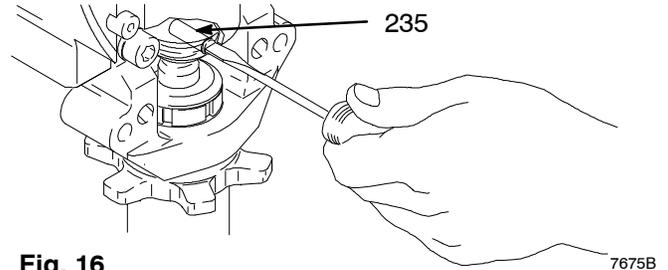

Fig. 16
2. Fig. 16. Spingere il perno (235) nel foro e spingere la molla di ritenzione nel solco tutto intorno alla biella.